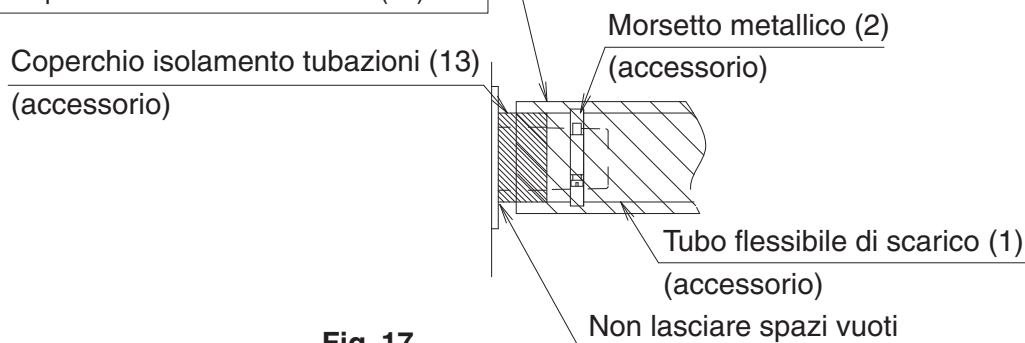
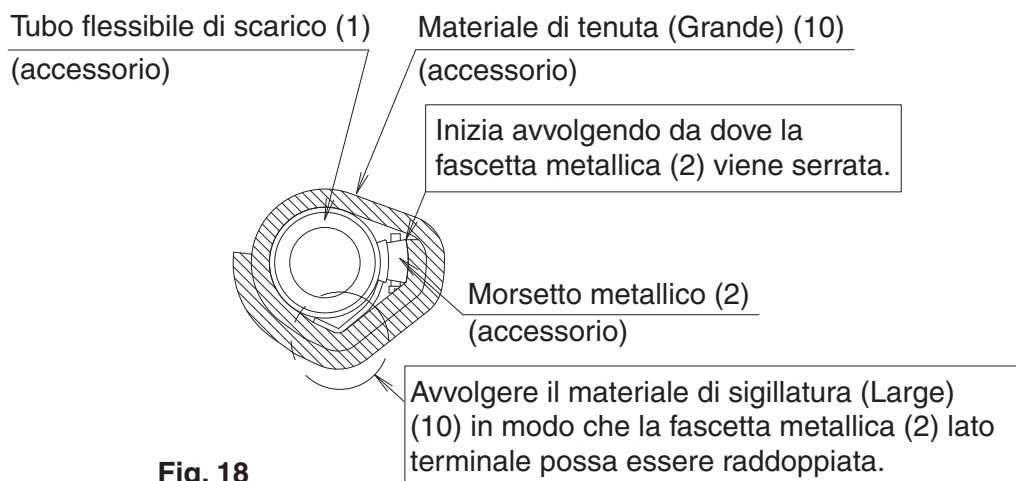

Fig. 17
Fig. 18
(3) Sudorazione può verificarsi e causare perdite d'acqua. Pertanto, assicurarsi di isolare i seguenti 2 posti (tubazioni di scarico e prese di scarico posate al interno).
Dopo aver controllato il drenaggio, posizionare il coperchio delle tubazioni di isolamento in dotazione (13), facendo riferimento alla **Fig. 17**, e isolare il tubo flessibile di scarico (1) e la fascetta di metallo (2) con il materiale di tenuta in dotazione (Grande) (10), facendo riferimento alla **Fig. 18**.